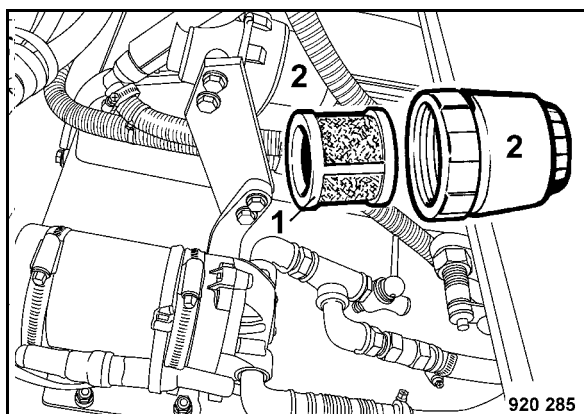

Fig. 206
- Svitare il bicchiere del filtro 2 (Fig. 206)
- Togliere il tessuto metallico del filtro (1)